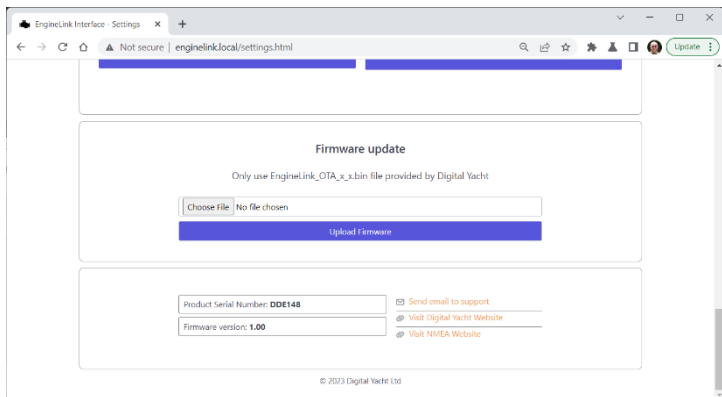

Figure 16
- Mise à jour du micrologiciel et informations sur l'appareil (Fig 16)
Au bas de la page Paramètres (voir Fig. 16), se trouvent les détails de la version du micrologiciel d'EngineLink. Nous essayons d'éviter les mises à jour du firmware mais il est parfois nécessaire de corriger un bug ou d'ajouter une nouvelle fonctionnalité importante. Vous pouvez vous référer au numéro de version ici